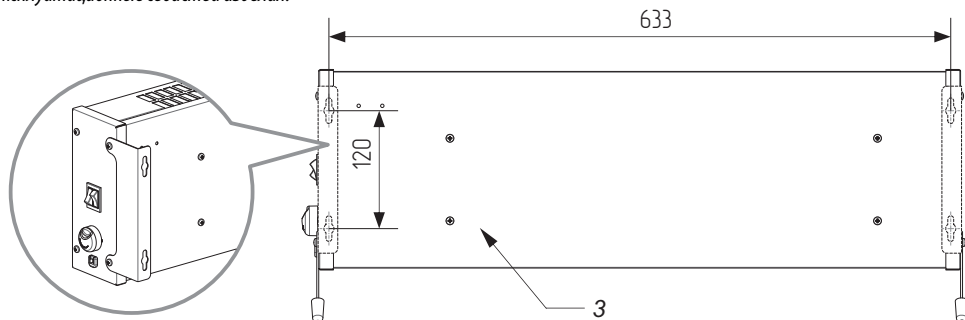

Рисунок 2. Размеры для разметки отверстий для настенного монтажа конвектора СБ-1500.2, СБ-2000.2
1. Передняя панель корпуса, 2. Прорези для выхода нагретого воздуха, 3. Задняя панель корпуса (см. рис.2), 4. Опора, 5**. Настенный кронштейн, 6. Роковый переключатель, 7. Ручка термостата, 8. Вывод шнура питания (шнур с вилкой условно не показаны).
6.3. Для монтажа конвектора на стене (для моделей СБ-1500.2, СБ-2000.2) следует установить кронштейны на корпус конвектора (см. Рис. 2).
6.4 На стене помощью уровня и рулетки (линейки) следует разметить на стене отверстия. Межцентровое расстояние посадочных отверстий указано на чертеже (см. Рис. 2).